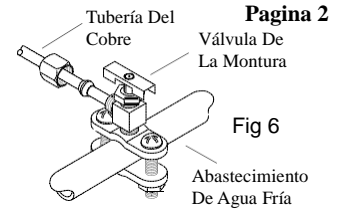

Fig 6
- **Conecte el tubo de abastecimiento de agua.** Encuentre el abastecimiento de agua más cercano. Utilice la válvula de la montura (fig. 6) para conectar la tubería del cobre de 1/4 pulgada con el abastecimiento de agua fría de la casa, o utilice una llave de paso y la válvula de agua